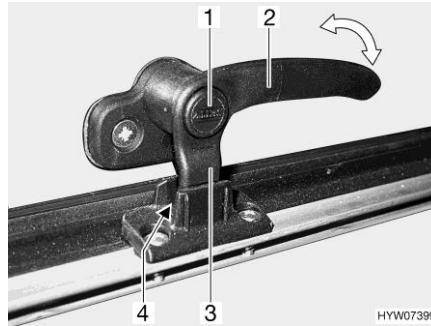
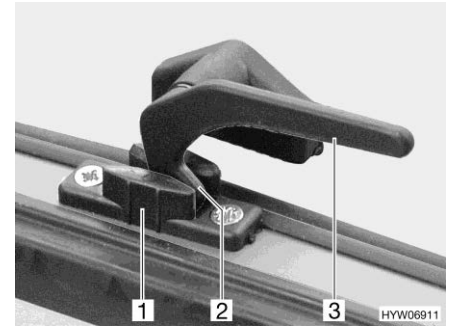

Fig. 121 Palanca de bloqueo con botón de seguridad en la posición de "ventilación continua"
Fig. 122 Palanca de bloqueo en la posición de "ventilación continua"
- En la posición "ventilación continua" (Fig. 121 y Fig. 122)
- Si existe, pulsar el botón de seguridad (Fig. 121,1) y mantenerlo pulsado.
- Girar todas las palanca de bloqueo (Fig. 121,2 ó Fig. 122,3) un cuarto de vuelta hacia el centro de la claraboya.
- Girar de nuevo hacia atrás las palancas de bloqueo. En esto, introducir el saliente de bloqueo (Fig. 121,3 ó Fig. 122,2) en el rebaje del bloqueo de la claraboya (Fig. 121,4 ó Fig. 122,1).